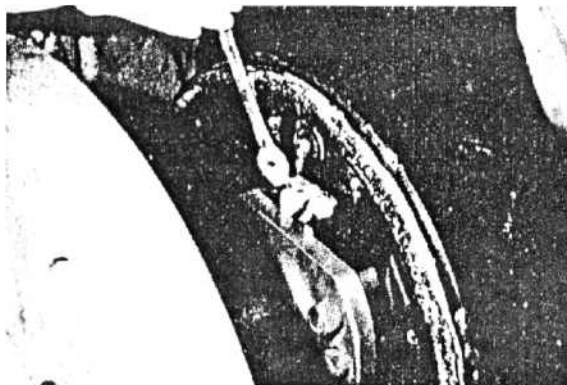

Рис. 8-13
(5) Снимите тормозной масляный трубопровод с колесного цилиндра, затем открутите крепежные болты колесного цилиндра и отделите колесный цилиндр от нижней пластины (рис. 8-13).